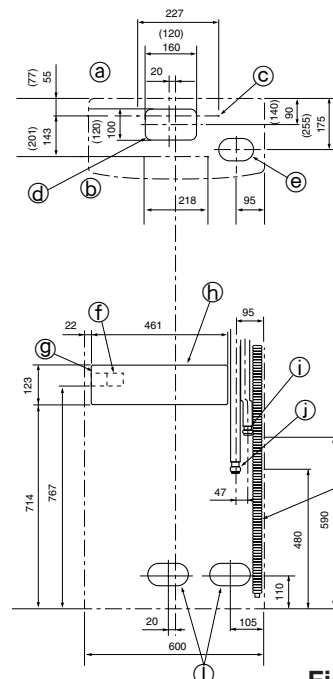

Fig. 4-3
4.3. Placering af køle- og drænrør (Fig. 4-3)